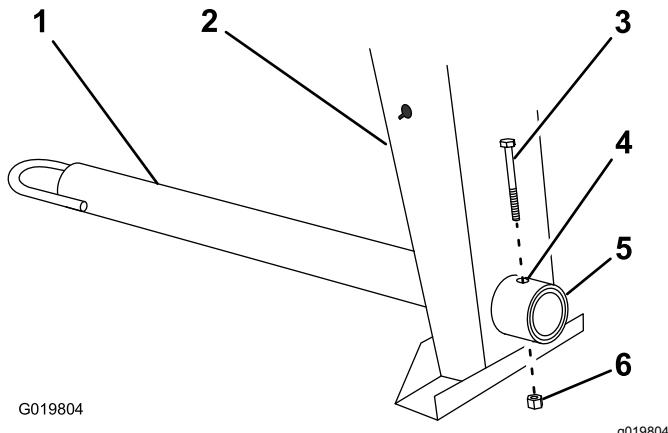

Figura 4
1. Retire el perno y la tuerca de la barra de tracción (Figura 4).
2. Deslice la barra de tracción hacia adelante y alinee el taladro de la barra con el taladro del acoplamiento del bastidor (Figura 4).
3. Introduzca el perno a través de los taladros del acoplamiento y de la barra (Figura 4).